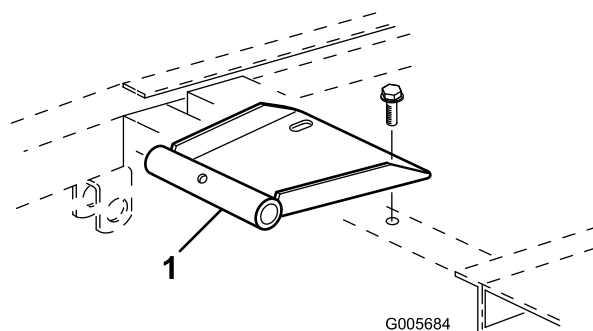

Figure 8
- Fixez le support de pivot du siège au bâti avec 2 vis à embase fournies avec le kit (Figure 8).
4. Fixez le support de pivot du siège au bâti avec (2) vis à embase fournies avec le kit (Figure 8).